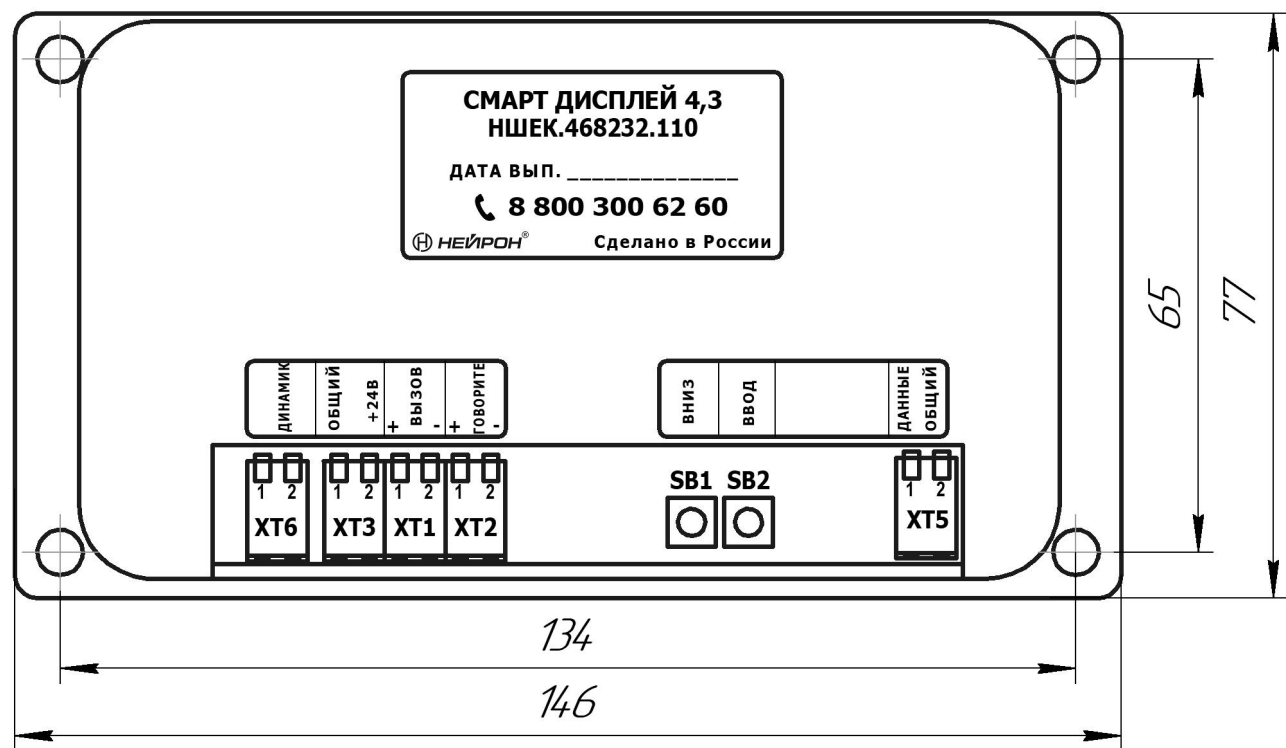

Рис.1. Расположение разъемов и органов управления
7.2 Выполнить подключение разъема ХТ1-ХТ5 устройства в соответствии с таблицей 1. Расположение разъемов показано на рис.1.